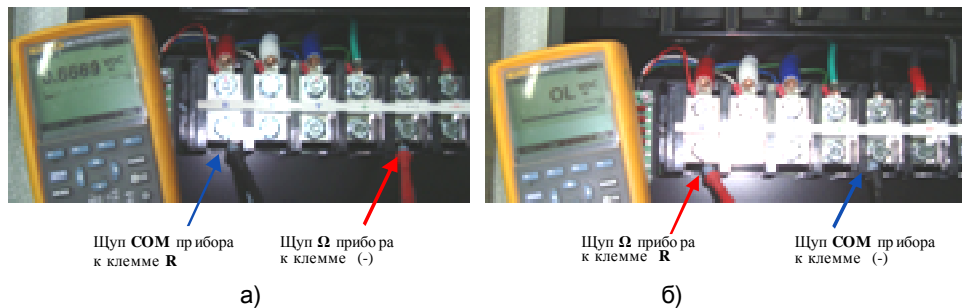

Рис. 4.6.
- 4.8.1.1. Установить мультиметр в режим «Прозвонка диодов». Проверить цепь «-» - «R». При исправных модулях цепь должна звониться как «диод»: при прямой проводимости показания прибора должны быть в диапазоне 0,3 – 1,0 и должен звучать короткий звуковой сигнал (рис. 4.6 а); при обратной проводимости - «обрыв цепи» (рис. 4.6 б).